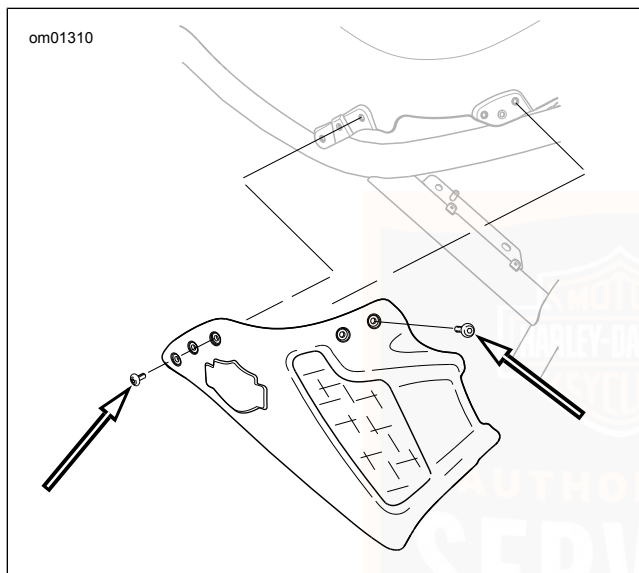

Abbildung 39. Vordere Seitenabdeckungsschrauben VR-SCF-Modell
1. Siehe Abbildung 39. Fünf Schrauben von der vorderen Seitenabdeckung entfernen.
1. Siehe Abbildung 39. Den Lufteinlass in Richtung Fahrzeugvorderseite ausrichten und die Tülle in der Seitenabdeckung auf die Befestigungsstifte am Rahmen ausrichten. Die Seitenabdeckung andrücken, damit der Befestigungsstift eingreift.